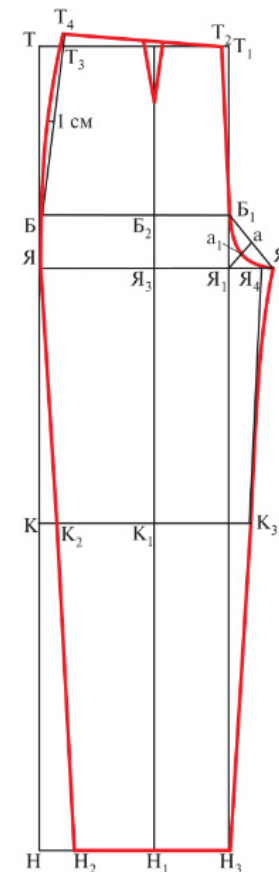

Рис. 6.52. Построение чертежа передней половинки брюк
Проведите вправо горизонтали из точек **Т**, **Б**, **Я**, **К**, **Н**. Получили следующие конструктивные линии: линию талии, линию бёдер, линию сидения, линию колена, линию низа (рис. 6.52).
1. Построение средней линии. Чтобы построить ширину передней половинки брюк по линии сидения, продлите горизонталь **ЯЯ₁** вправо и отложите отрезок **Я₁Я₂**, рассчитанный по формуле (рис. 6.52):